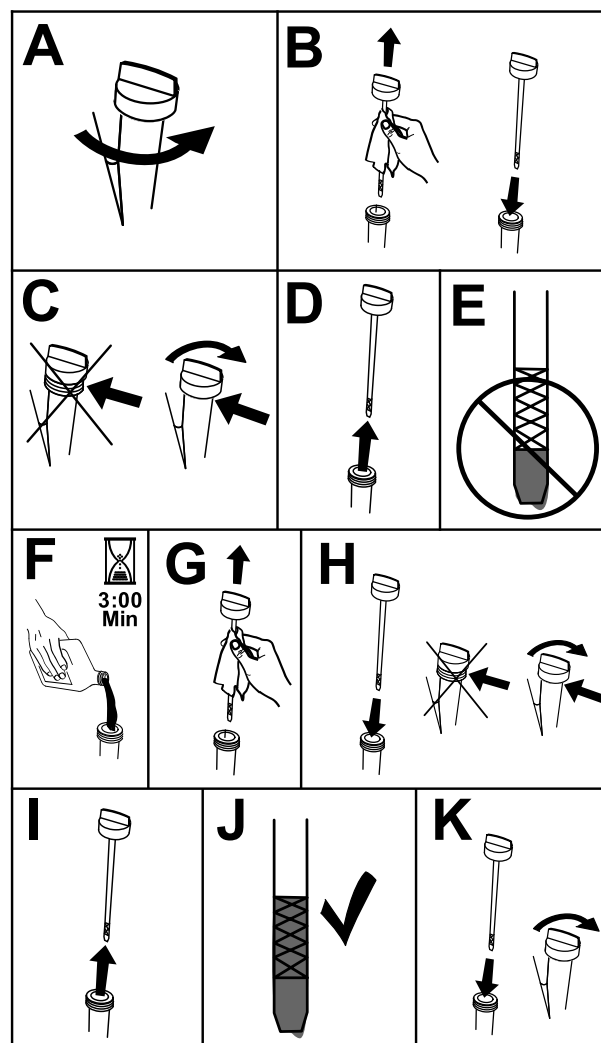

Figura 41
3. Para manter a sujidade, as aparas de relva, etc., fora do motor, limpe a área em torno da tampa de enchimento e vareta antes de a remover (Figura 41).